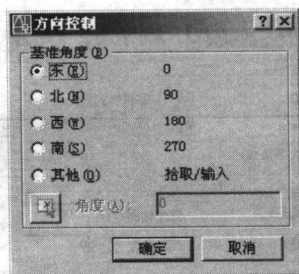

图 1.3 【方向控制】对话框
(4) 单击【图形单位】对话框中的【方向】按钮,打开如图 1.3 所示的【方向控制】对话框。默认设置为:图形的正右侧(东)为 0° 方向,逆时针方向为正方向。若选择【其他】单选按钮后,用户可以在【角度】文本框中输入角度值,或者单击  按钮用鼠标在绘图区域指定角度的零方向。本例选择默认设置东为 0° 方向,即正方向沿 X 轴正半轴,设定完成后单击【确定】按钮。